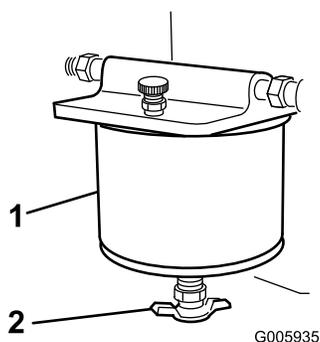

Figura 13
- Girate la valvola di spurgo finché l'acqua non fuoriesce dal filtro (Figura 13).